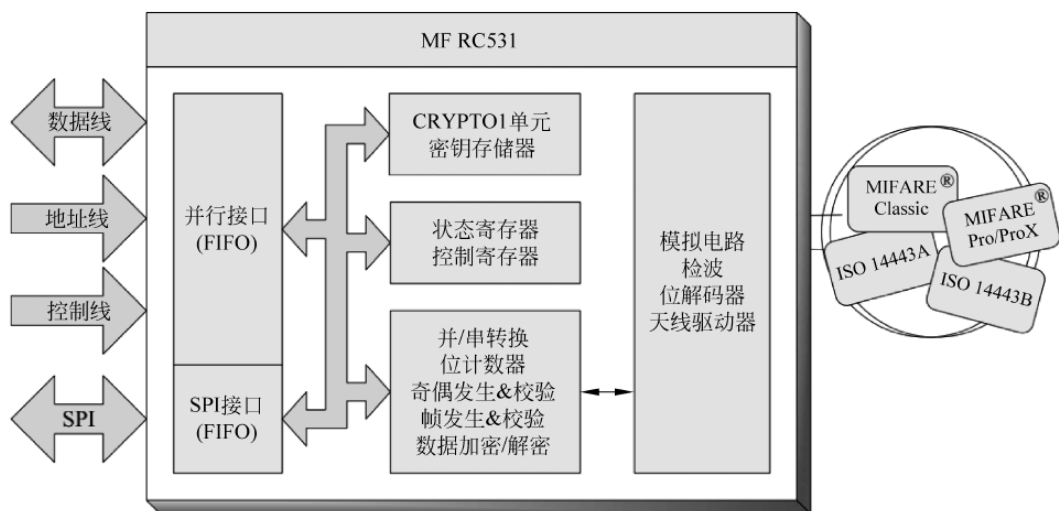

图 2.11 功能框图
电; ⑨用户可编程初始化配置, 唯一的序列号; ⑩灵活的中断处理; 64B 发送和接收 FIFO 缓冲区等功能, 如图 2.11 所示。